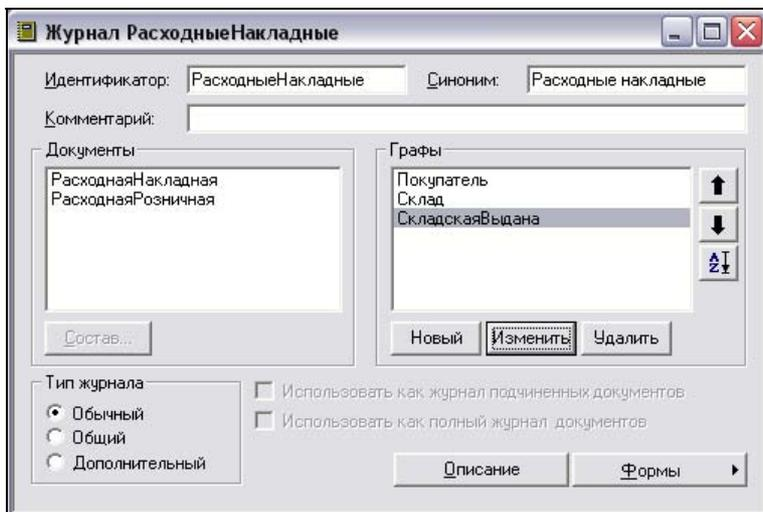

Рис. 5.53. Журнал расходных накладных после добавления новой графы
17. Можно нажимать кнопку **ОК**, результат должен получиться такой, как на рис. 5.53.